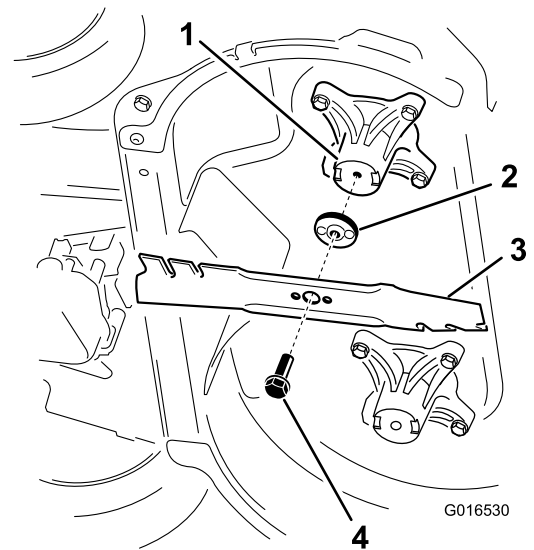

Figura 3
- Retire cada cuchilla, según se muestra en Figura 3.
1. Instale la primera cuchilla en posición horizontal, junto con todos los herrajes de montaje, según se muestra en Figura 3.